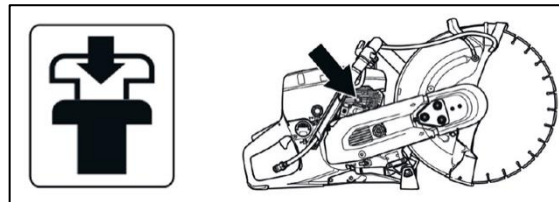

Рис. 23
- Утопите клавишу клапана декомпрессора (клапан автоматически закроется при запуске) (Рис. 23).